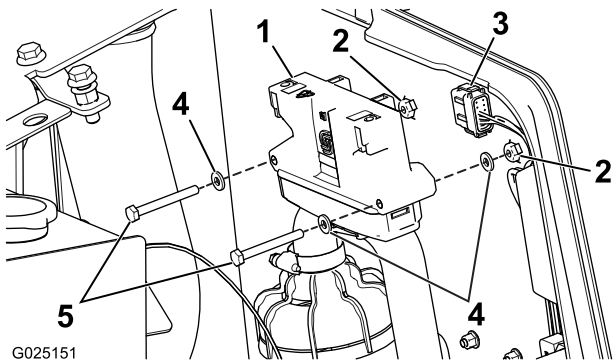

Figura 2
2. Aparte el cableado e instale la computadora de control de carga a las tuercas soldadas del mamparo usando dos pernos y cuatro arandelas, según se muestra en Figura 2.
3. Conecte el conector del control de carga del arnés de cables principal (Figura 2) al puerto de la parte inferior de la computadora.